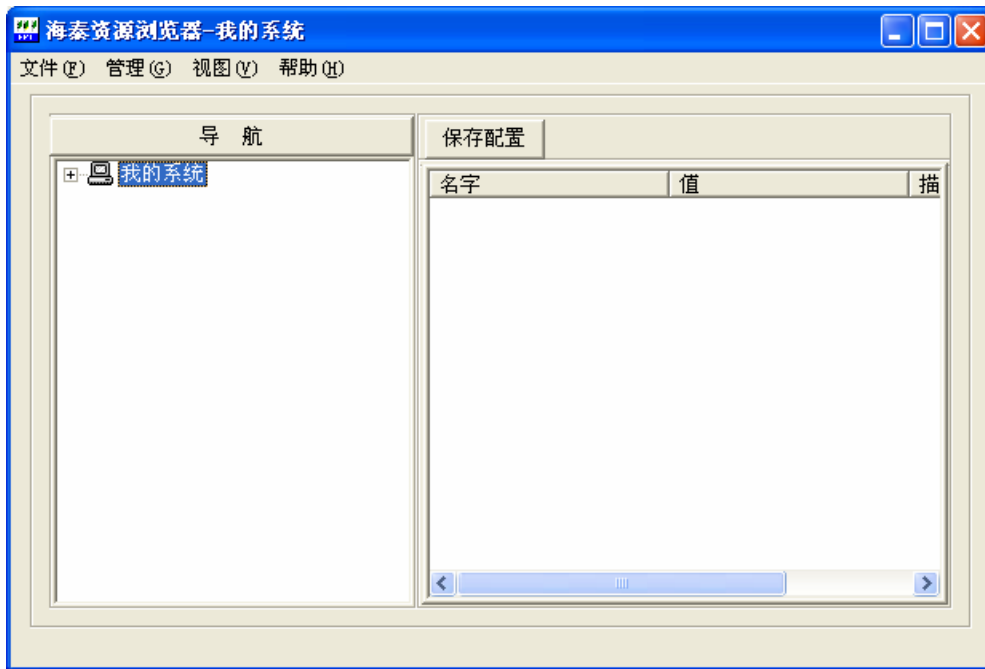

图 7
- (1) 在开始菜单或桌面点击海泰资源浏览器图标，打开海泰资源浏览器，如图 7 所示。